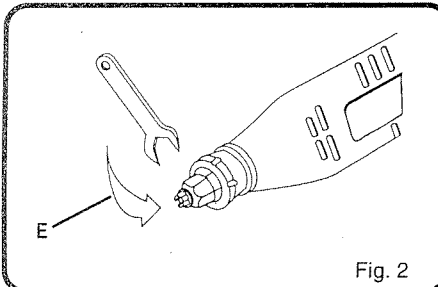

Fig. 2
Voir figures 2, 3 et 4.
2. À l'aide de la clé fournie, desserrez l'écrou du mandrin. Pour ce faire, tournez l'écrou dans le sens inverse des aiguilles d'une montre comme indiqué en figure 2.